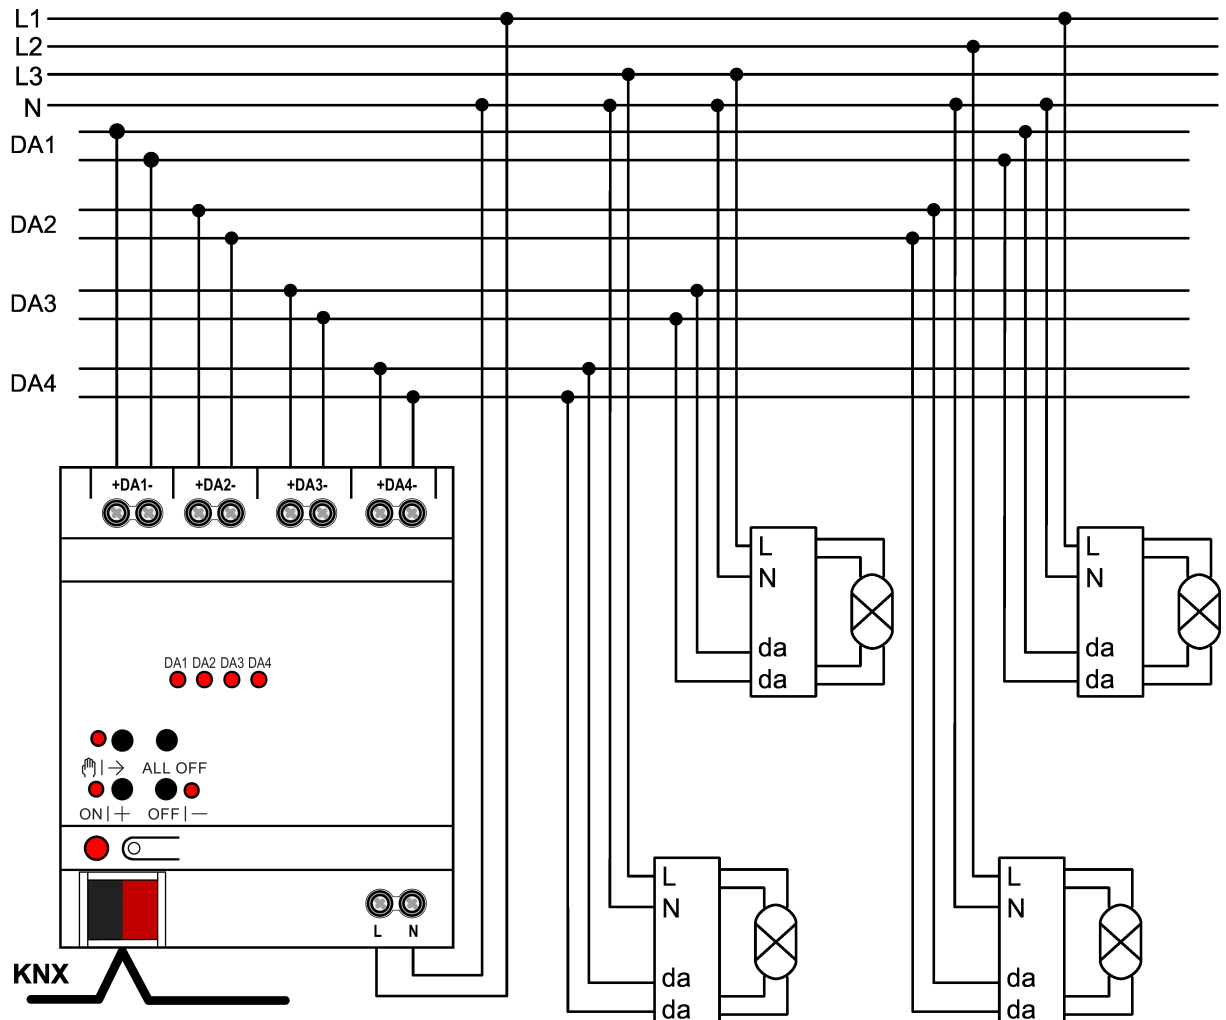

Figura 2: Ejemplo de conexión
- Conectar el aparato según el ejemplo de conexión (véase figura 2).